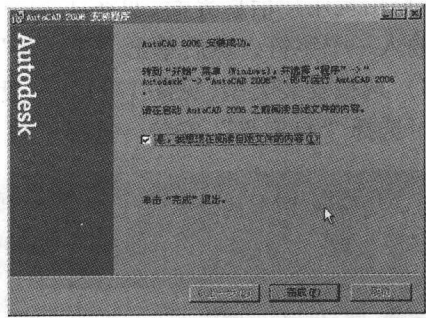

图 1-12 安装成功
12) 安装成功后,显示安装完成界面,如图 1-12 所示,单击“完成”按钮完成对 AutoCAD 2006 的安装。